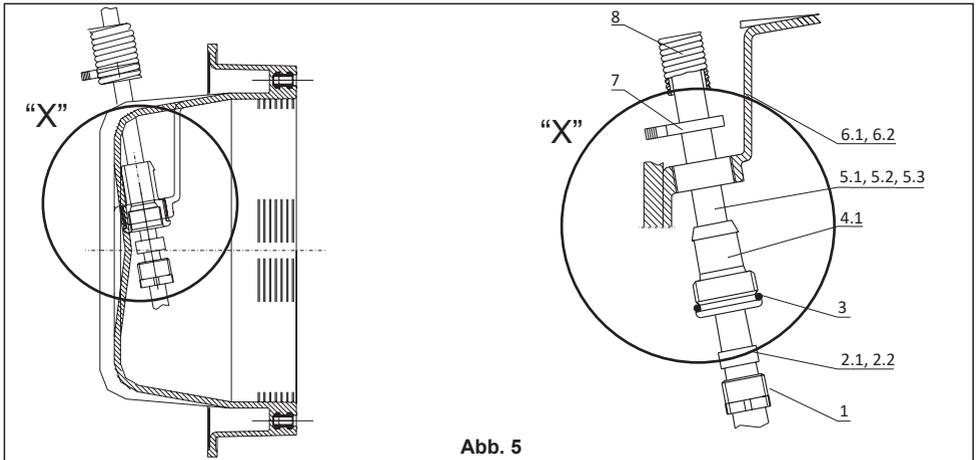

Abb. 5
- Bevor der Scheinwerfer in den Einbautopf gesetzt wird, schieben Sie zunächst die mitgelieferte Gummidichtung (Pos. 2.1; 2.2 Abb.5) und ebenso die beiliegende Druckschraube M20x1,5 (Pos. 1 Abb.5) über das Kabel.
- Nun führen Sie das Kabel von innen durch den eingeschraubten Schlauchnippel (Pos. 4.1 Abb.5) im Einbautopf und zwar bis zu der Stelle, an welcher die Gummidichtung sitzt.